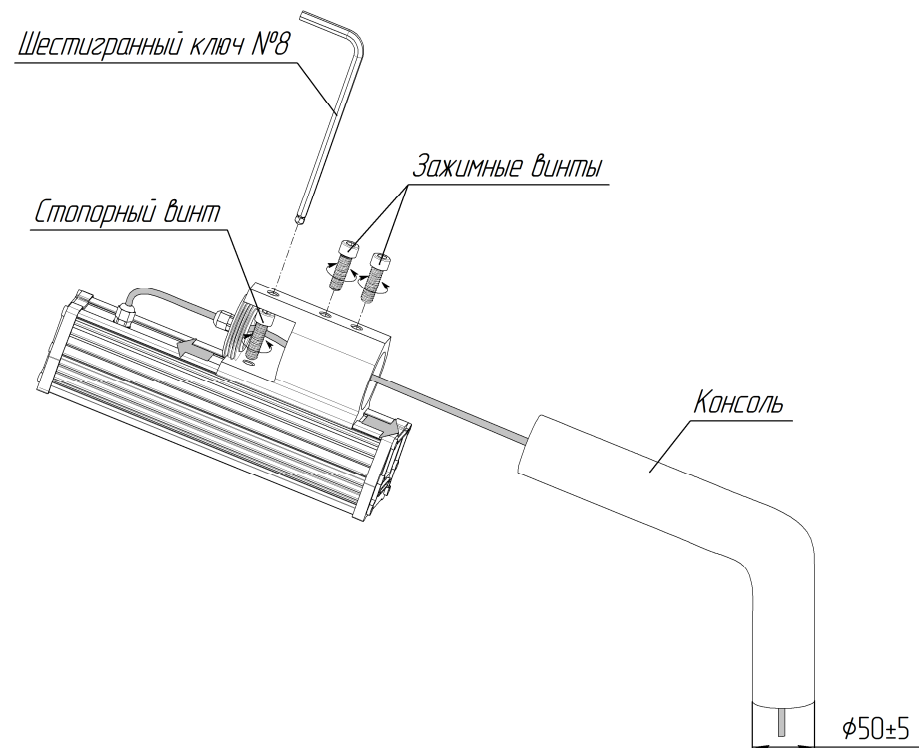

Рис. 1
- 2.3 Далее приведены рекомендации по монтажу светильника (рис. 1):